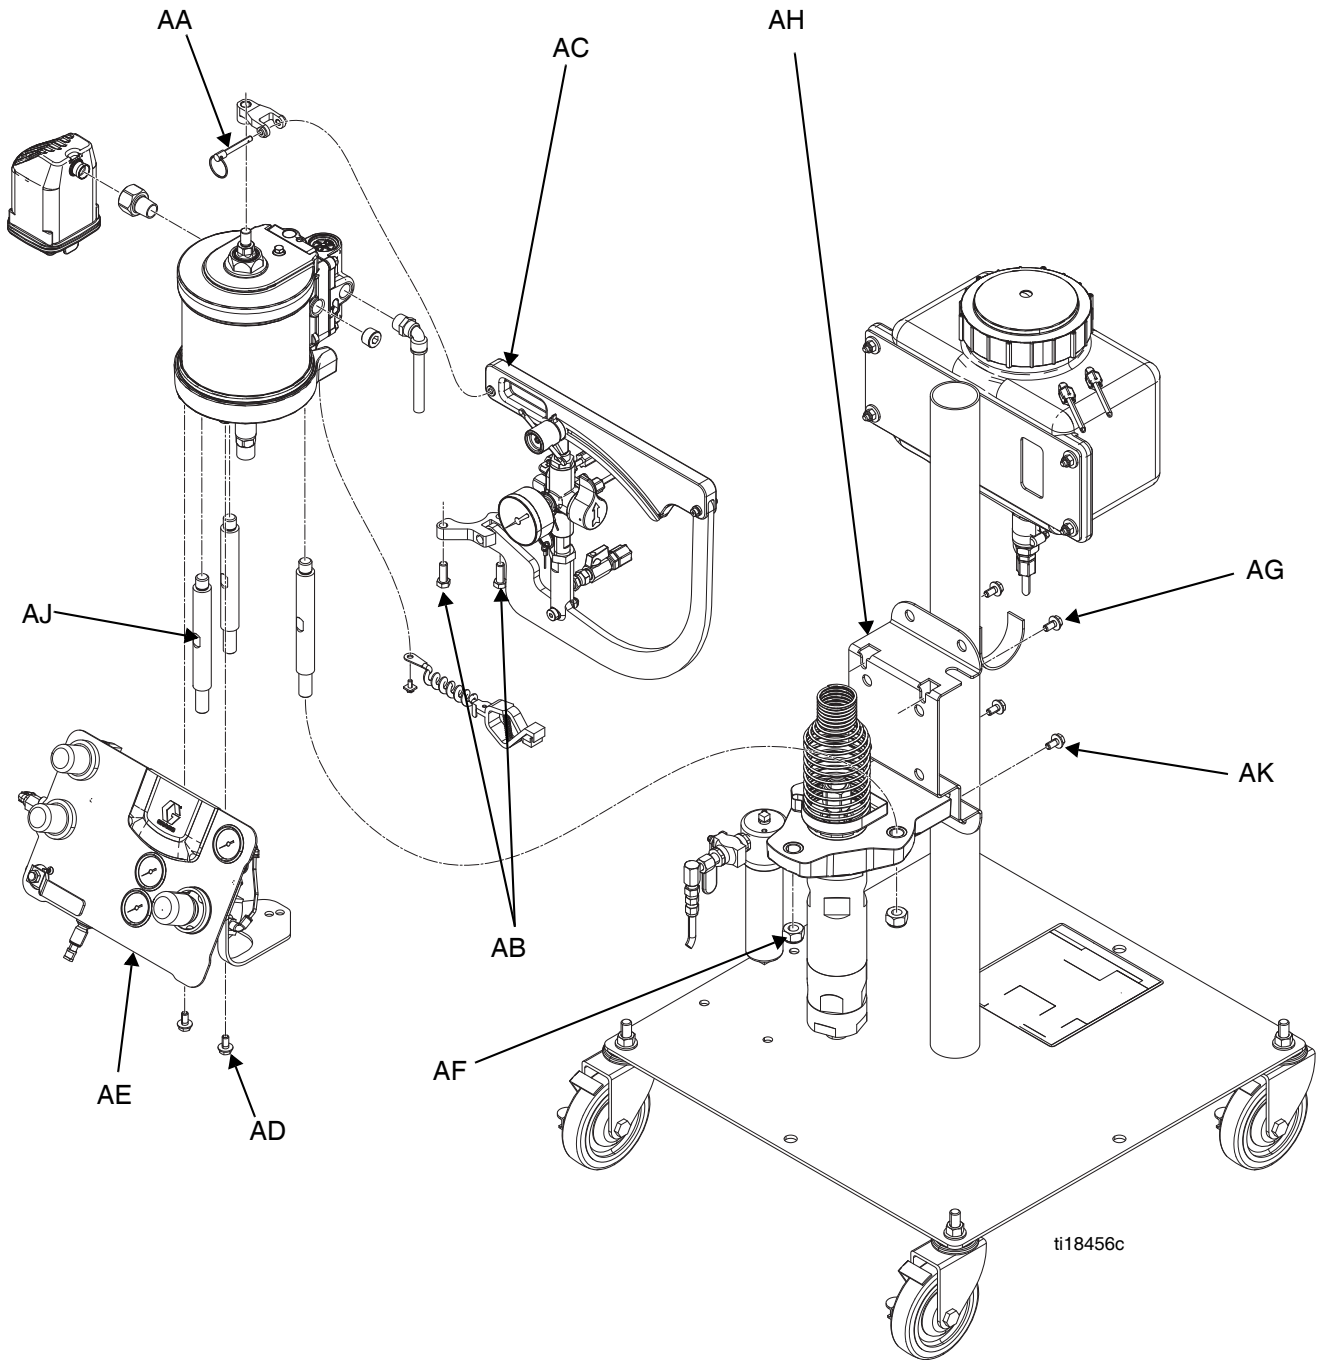

FIG. 36
Vedere il manuale 3A2315 per la manutenzione del motore pneumatico e informazioni sulle parti. Vedere FIG. 36 a pagina 45.
Vedere FIG. 36 a pagina 45.
3. Scollegare la linea dell'aria principale dal pannello pneumatico (AE).
4. Scollegare gli elementi dal motore pneumatico, vedere FIG. 36 a pagina 45:
- b. Rimuovere il perno superiore (AA) che collega il braccino della pompa del catalizzatore superiore al motore pneumatico, quindi rimuovere i bulloni (AB) che collegano il braccino della pompa del catalizzatore inferiore al motore pneumatico, infine rimuovere la pompa del catalizzatore e il gruppo dei braccini di comando (AC).
- c. Rimuovere due bulloni (AD) che fissano il pannello dei comandi pneumatici al motore pneumatico, quindi rimuovere il pannello dei comandi pneumatici (AE).
7. Utilizzare una chiave per allentare le due viti superiori (AG) che fissano il motore pneumatico alla staffa di montaggio (AH).
8. Utilizzare una chiave per rimuovere le due viti (AK) che fissano la pompante alla staffa di montaggio.